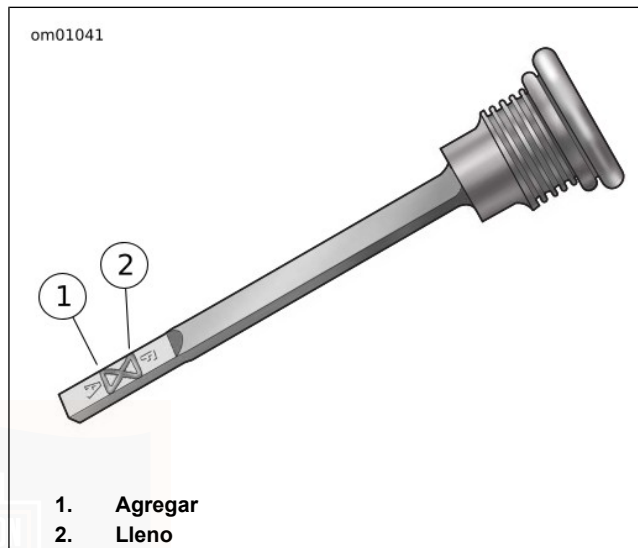

Figura 54. Nivel de la varilla medidora del lubricante de la transmisión
4. Vea Figura 54. Extraiga la varilla medidora. Verifique el nivel de lubricante en la varilla medidora.